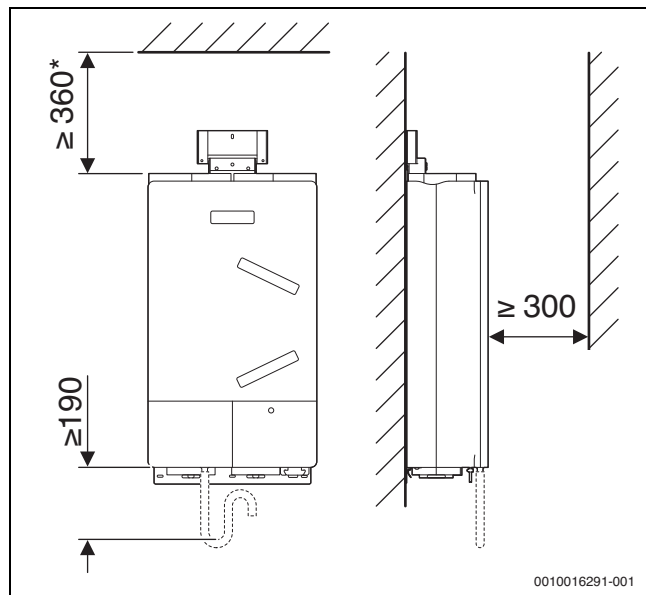

Bild 23 Wandinstallation
- ▶ Mindestabstände beachten (→ Bild 23).